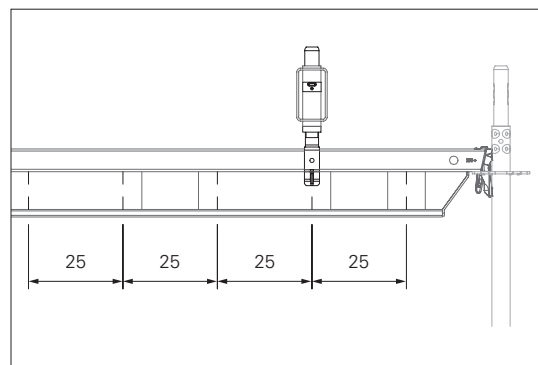

Fig. A8.02a
2. Montare il perno UH-2 (**39**) sul corrente orizzontale (**3**) con incrementi di 25 cm. (Fig. A8.02a)